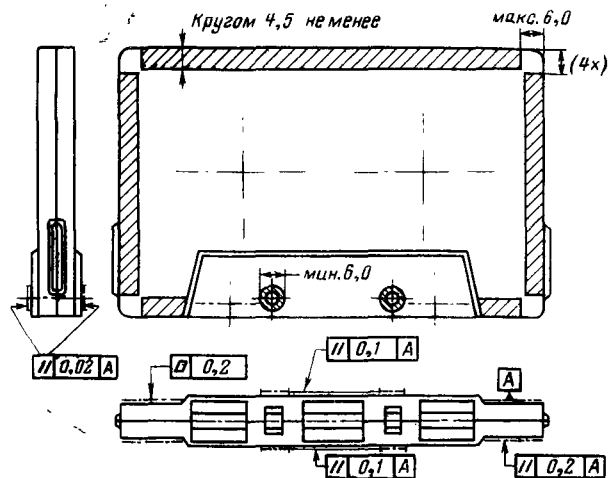

Рис. 10. Посадочные поверхности кассеты.
6) конструктивные данные и размеры кассет, обеспечивающие их взаимозаменяемость, должны соответствовать рис. 7. Углубление на поверхности кассеты, предназначенное для этикетки, делается согласно рис. 8, а окно для наблюдения за рулонами ленты (оно обязательно) — согласно рис. 9. Кассета должна устанавливаться в магнитофоне только на посадочные поверхности, показанные штриховкой на рис. 10;